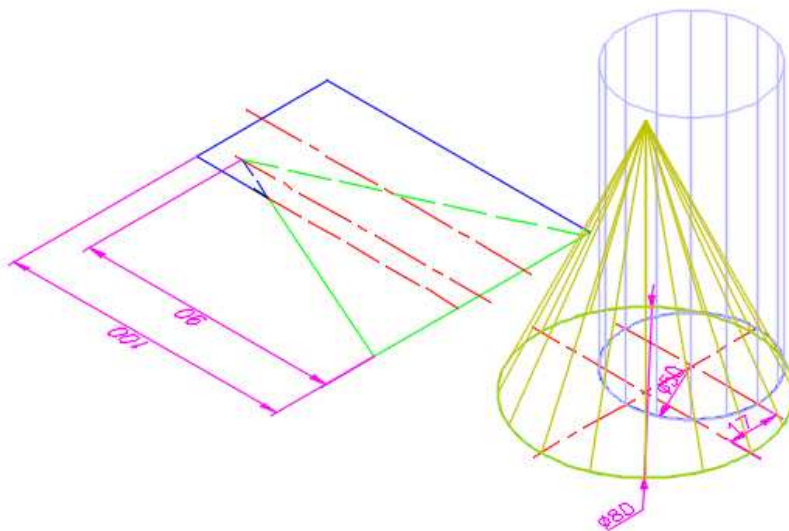

Рис. 10
6. Сформировать объемное изображение цилиндра (на панели **Моделирование** щелкнуть по кнопке **Цилиндр**, установить центр цилиндра на виде сверху в центр синей окружности и ввести значения радиуса и высоты цилиндра). Результат этого построения показан на рис. 10.